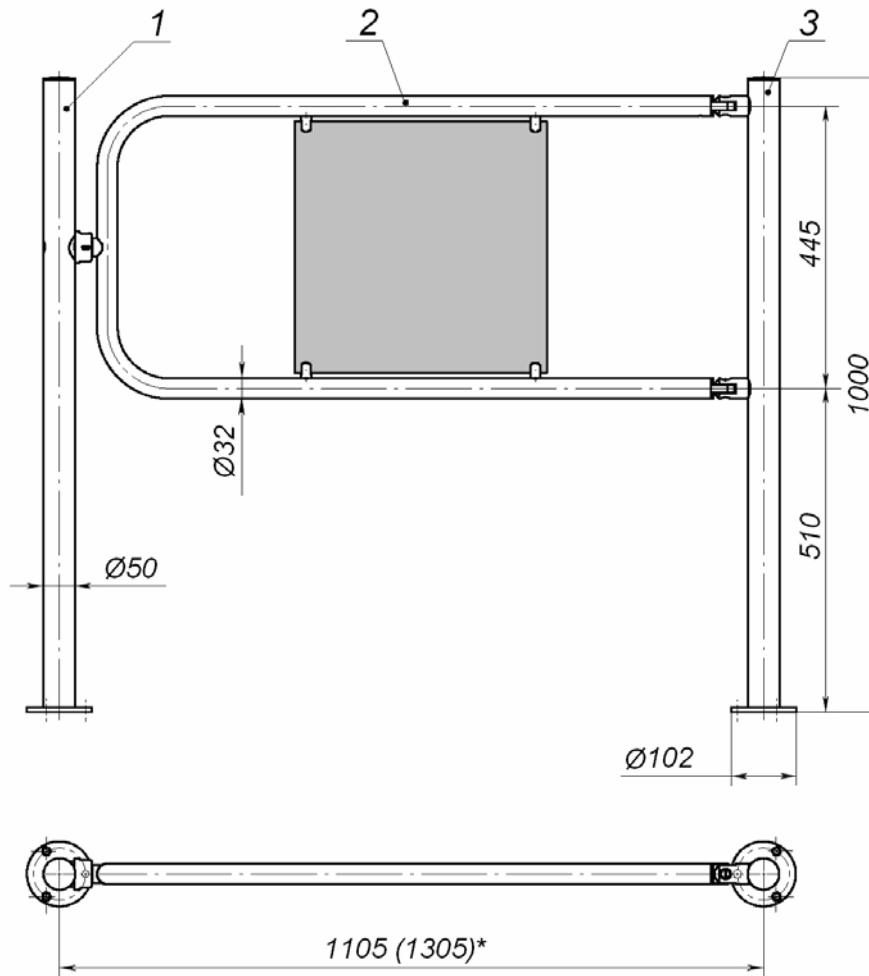

**Рисунок 4. Поворотная секция ограждения с механическим УБ:**
- **Поворотная секция ограждения**, предназначенная для формирования зоны прохода и организации аварийного выхода. Имеются две модификации – поворотная секция с механическим УБ (см. рис. 4) и автоматическая поворотная секция с электромагнитным УБ (см. рис. 6).